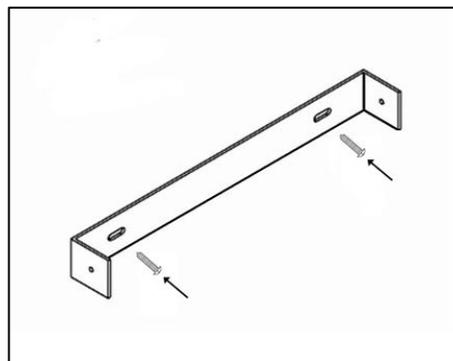

Figura 16
8. Deslice la cubierta interna de conductos hasta 2 pulgadas antes de deslizar completamente la cubierta de conductos en la campana. Refiérase a la Figura 16.